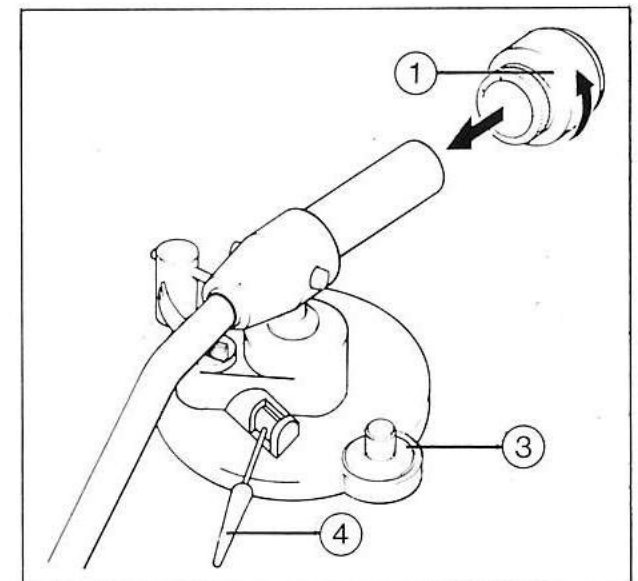

Bild 6
Den Einstell-Knopf für die Antiskating-Kompensation ③ stellen Sie auf den gleichen Wert, den der Einstellring ② für die Auflagekraft anzeigt (Bild 6).